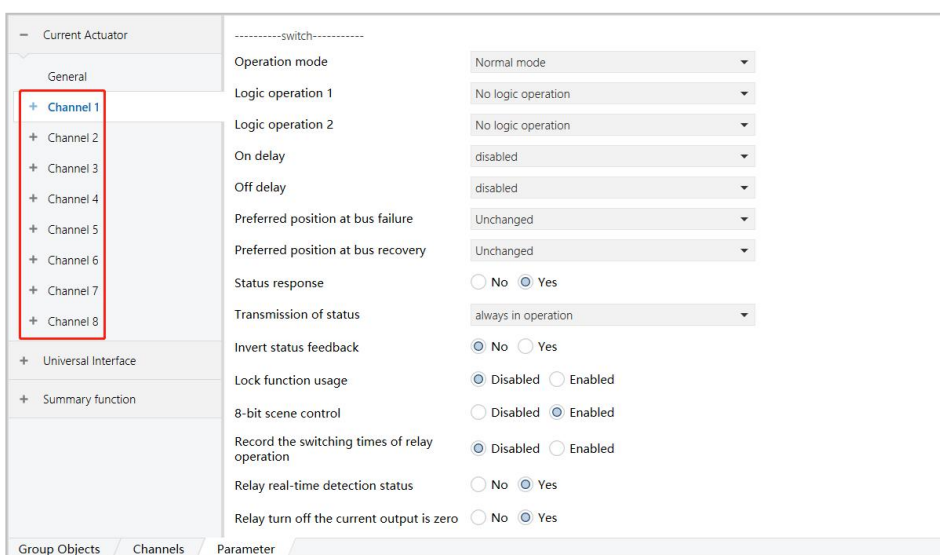

图 6.1.1
1) 以 8 路能源管理执行模块为例, Channel 1— Channel 8 都选择“Enabled”后, 启用执行器相应回路, 出现如图红色方框内的 8 个选项, 如图 6.1.1 所示;